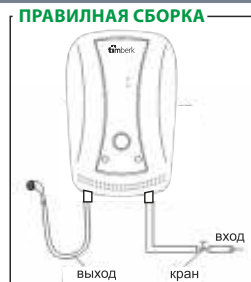

Рис. 4
- Кран, перекрывающий подачу холодной воды, необходимо устанавливать перед ее входом в водонагреватель (Рис. 4).